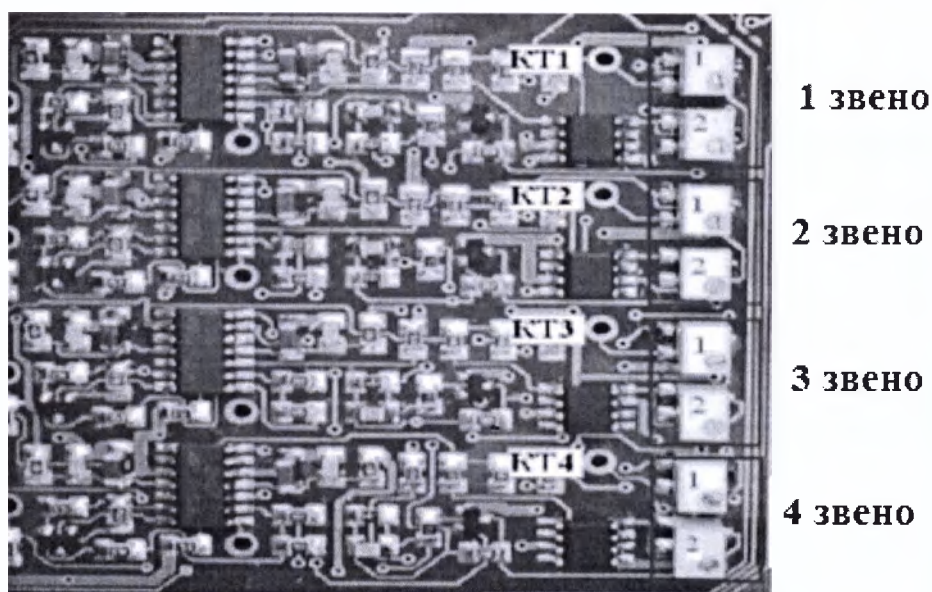

Рис.11 Плата «DATA4_12 »
- открутите винты крепления дна анализатора, найдите плату «DATA4_12» (Рис.11). На ней расположено 8 подстроечных резисторов, разделенных попарно на 4 звена. Каждое звено служит для настройки К-коэффициента определенного канала (1-ое для 1-ого канала, 2-ое для 2-ого и т.д.).